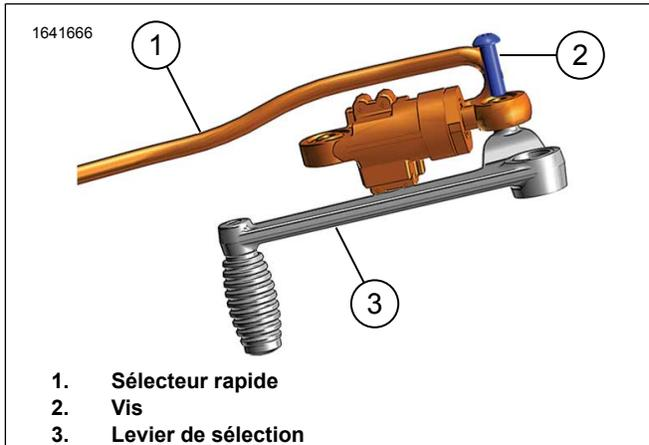

Figure 3. Installer le sélecteur rapide sur le levier de vitesse
1. Voir la Figure 3. Installer le capteur du sélecteur rapide (1) sur le levier de vitesse (3) avec la vis (2). Serrer.